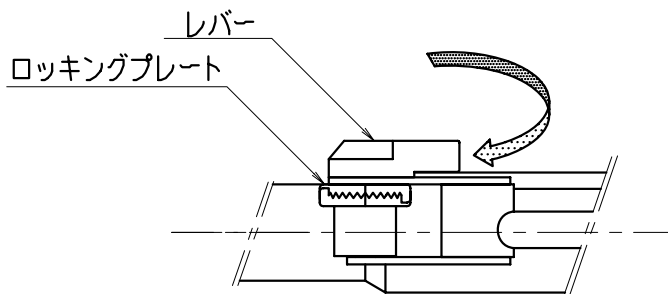

図2-3 レバー・ロックプレート部
- e-ノズルフォルダのレバー部を緩めて下さい。(図2-3参照)